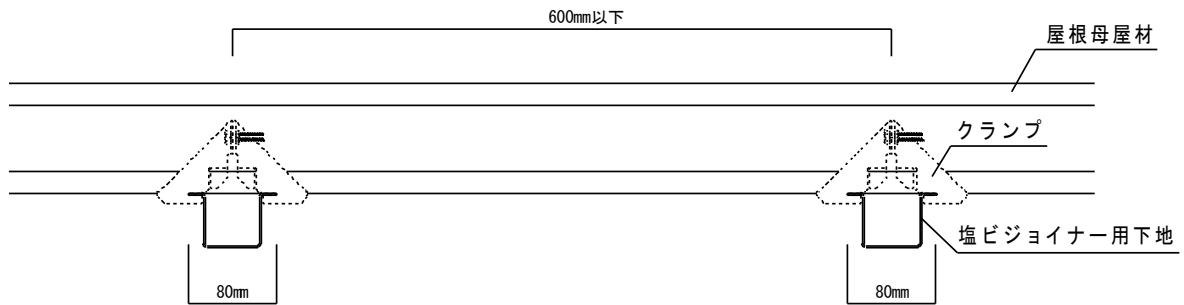

図 2-1 塩ビジョイナー用下地ピッチ
- ・塩ビジョイナー用下地のピッチは 600mm 以下（グラスウールボードのサイズによって調整）とする。（図 2-1）